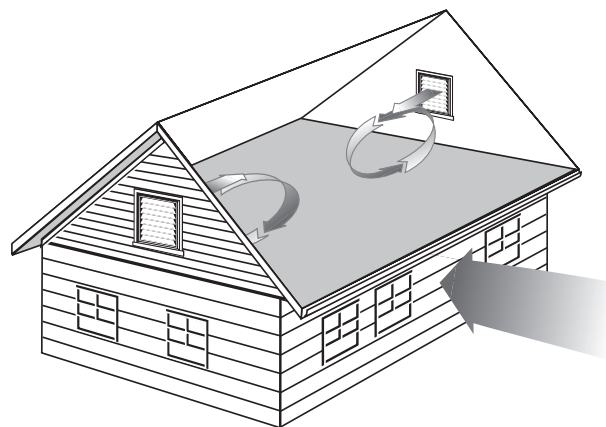

Рис. 7-18. Когда ветер дует перпендикулярно коньку, жалюзийные отверстия работают и как входные, и как выходные вентиляционные секции.
*Примечание: Иногда жалюзийные отверстия монтируют на противоположных фронтонных треугольниках, без входной вентиляции, исходя из ошибочного представления, что хороший «перекрестный поток» воздуха может обеспечить надлежащую вентиляцию. Однако обычно происходит то, что показано на Рис. 7-18 и 7-19. Если направление ветра перпендикулярно коньку, то жалюзийные отверстия работают и как входные, и как выходные вентиляционные секции, обеспечивая вентиляцию только в областях рядом с отверстиями. Если направление ветра параллельно коньку, образуется перекарестный поток воздуха, хотя поток, как правило, устремляется к полу чердака, и самый горячий воздух так и остаётся с нижней стороны обрешётки крыши. Разумеется, если в нижней части чердака невозможно установить абсолютно никакую вентиляцию, то лучше смонтировать вентиляцию из одних жалюзийных отверстий, чем не организовывать никакой вентиляции вообще.*